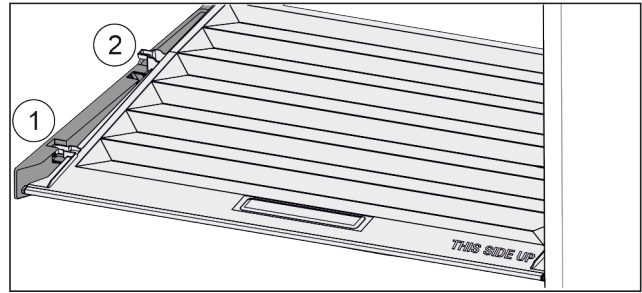

Fig. 61
- ▶ Tirer le couvercle vers l'avant jusqu'à dans l'orifice des pièces de retenue Fig. 61 (1).
- ▶ Le soulever par le bas à l'arrière et le sortir par le haut Fig. 61 (2).